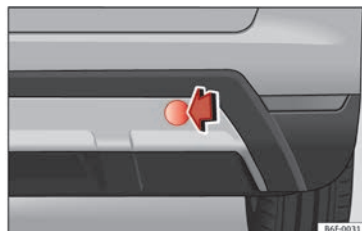

Fig. 107 Paraurti posteriore destro: copertura.
- Rimuovere la copertura premendo sulla zona destra della stessa fino a sganciarla »» **fig. 107.**